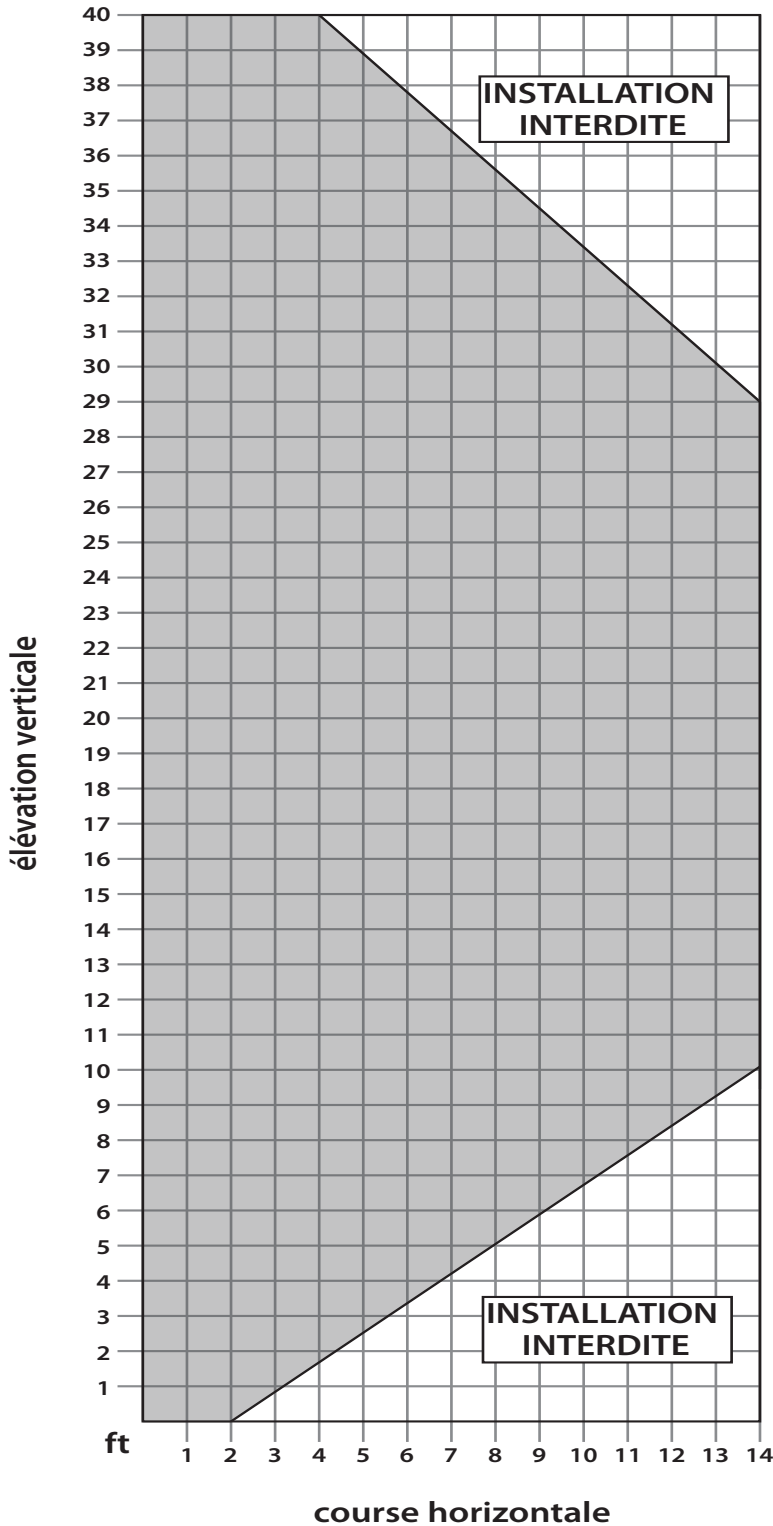

Figure 26.1 Configuration de l'évacuation possibles top ventilé vertical et terminaisons horizontales.
Les figures 26.1 et 26.2 montrent l'éventail des configurations d'évacuation possibles si l'appareil est haut ou l'arrière ventilés, pour les terminaisons verticales et horizontales. Tout schéma qui reste dans les zones ombragées est acceptable. Ayant le plus petit nombre de coudes est idéal, car ils ont tendance à perturber la circulation d'air. Utilisation 45° coudes est préférable à l'utilisation 90° coudes. En outre, un système de ventilation plus courte fonctionnera mieux qu'un long. Quand le haut ventilé, la longueur totale du conduit d'évacuation horizontal ne doit pas dépasser 14 ft (4,27m) et la longueur totale du conduit ne peut pas dépasser 44 ft (13,4 m). Toute combinaison d'élévation et de course peut être utilisée tant qu'il prévoit dans la zone ombrée (un total de deux (2) 90° coudes ou quatre (4) 45° coudes peuvent être utilisés. Outre ce qui est indiqué, si un 90° coude est utilisé dans le plan horizontal, 3 ft (91,4 cm) doivent être soustraits de la course admissible horizontale (pour chaque coude de 45°, 1 1/2 pieds doivent être soustraits).